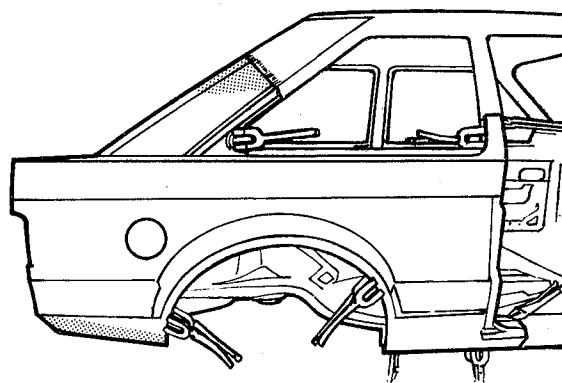

fig. 128
8. Aplicar vedador de flanges dobrados na área da caixa da roda. Posicionar o novo painel lateral e fixá-lo com grampos (fig. 128)